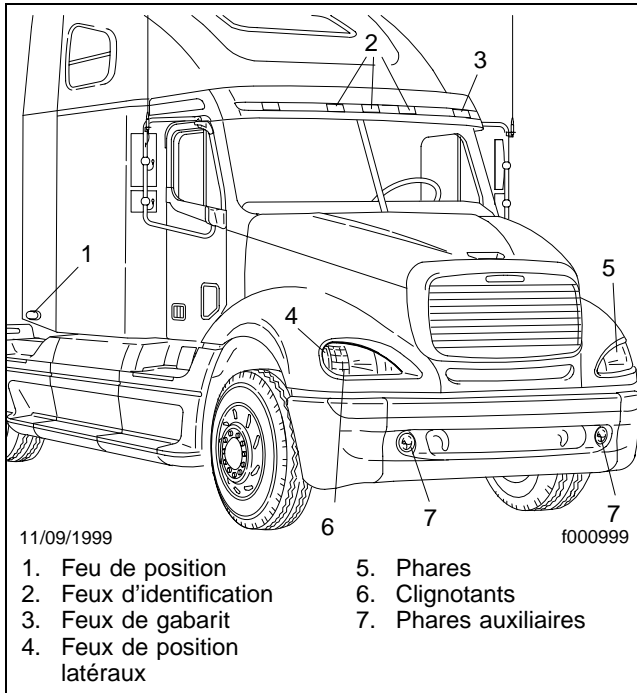

Fig. 11.9, Feux extérieurs
29. Assurez-vous que les feux de freinage, les feux arrière, les feux de position latéraux, les phares auxiliaires (le cas échéant), les phares, les clignotants, les feux de gabarit et les feux d'identification fonctionnent et sont propres. Voir la **figure 11.9**. Essayez les feux de route et de croisement des phares. Remplacez les ampoules ou les blocs optiques scellés qui ne marchent pas.